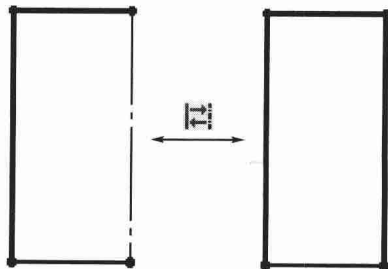

图 1-5 构造几何线
- ① 在绘图区选择草图实体；
- ② 单击“草图”工具栏上的“构造几何线”按钮，该草图实体变成构造几何线；如果选择的是构造几何线则变成草图实体，如图 1-5 所示。